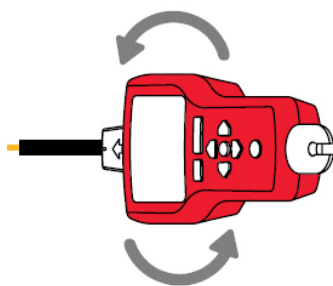

Figura 3.2d
6. Para verificar a deteção do cabo, rode periodicamente o recetor em 90 graus. A intensidade do sinal será mais elevada quando o cabo estiver alinhado com a ranhura no Sensor de ponta. (ver Figura 3.2d)